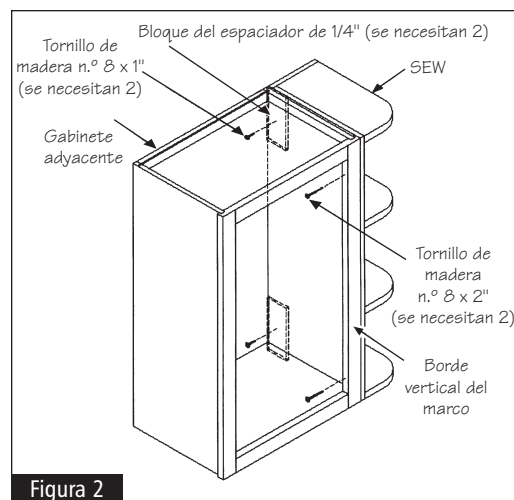

Figura 2
- 2** Usando una broca de 3/32" de diámetro, perfore y abocarde un agujero guía a través de cada uno de los bloques del espaciador y de cada uno de los paneles laterales. Ubique los agujeros guía aproximadamente en el centro de los bloques del espaciador. Vea la figura 2.
- 3** Usando una broca de 5/32" de diámetro, perfore y abocarde dos agujeros guía a través del borde vertical del marco del gabinete adyacente. Debe centrar los agujeros en el borde interior del borde vertical del marco del frente hacia atrás, además de que debe haber de dos a tres pulgadas de distancia entre su parte inferior y su parte superior. Vea la figura 2.
- 4** Coloque la unidad SEW en el lugar deseado. Le recomendamos usar abrazaderas de madera para fijar la unidad en el lugar deseado hasta que la asegure. Fije los dos tornillos de madera n.º 8 x 1" a través de agujeros guía piloto que perforó en los espaciadores en el paso dos; luego ponga los dos tornillos de madera n.º 8 x 2" a través de los agujeros guía que perforó en el borde vertical del marco en el paso 3. Vea la figura 2.